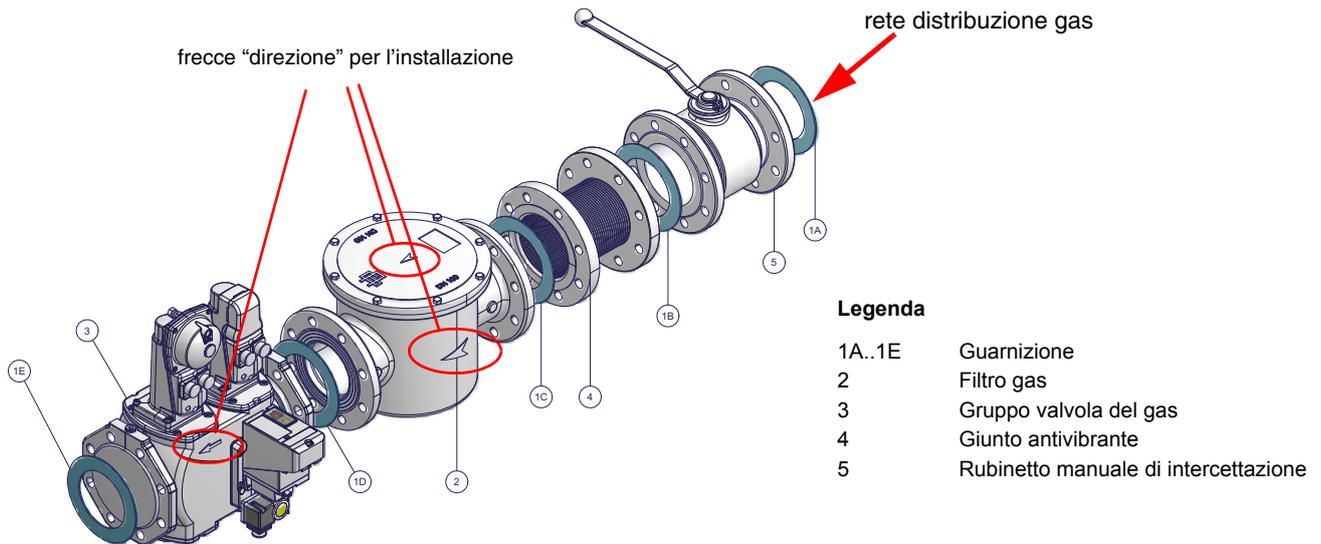

Fig. 6 - Esempio di rampa gas
- 1 Interporre tra un componente e l'altro, una guarnizione (n. 1A..1E - Fig. 6) compatibile con il gas utilizzato,
**ATTENZIONE:** una volta montata la rampa secondo lo schema riportato in Fig. 6, deve essere effettuata la prova di tenuta del circuito gas, secondo le modalità previste dalla normativa vigente.